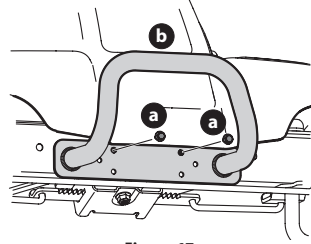

Figure 17
1. Enlevez les deux vis (a) (Figure 17).
2. Positionnez le pare-chocs sur les trous de montage et attachez-le avec la quincaillerie retirée à l'étape précédente (Figure 17).